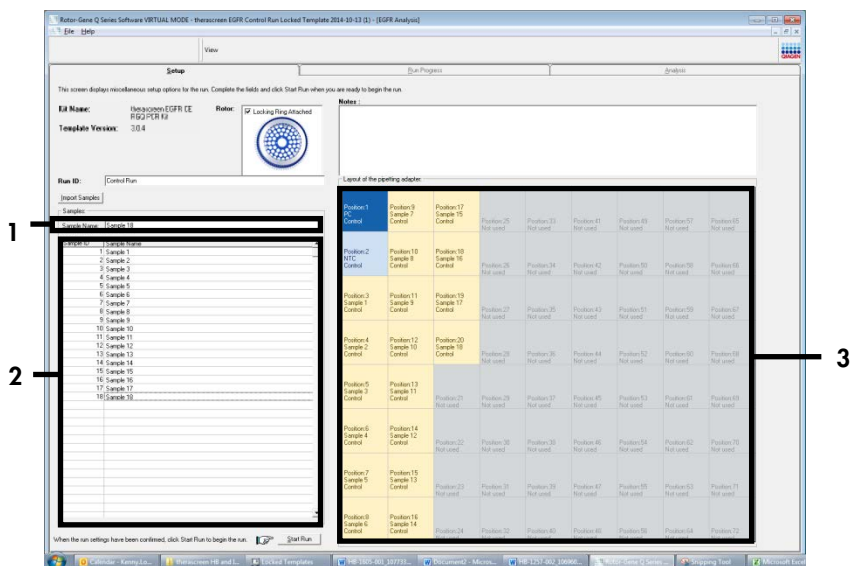

Figura 4. Introducción de nombres de muestra adicionales en el campo "Sample Name" (Nombre de la muestra).
15. Repita el paso 14 para introducir los nombres de todas las muestras adicionales (figura 4).